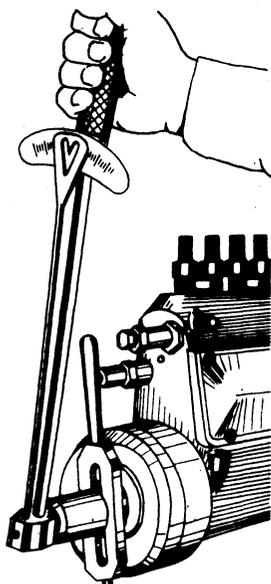

Рис. 57. Затяжка гайки крепления муфты опережения
9. Установить муфту опережения впрыскивания, предварительно долив в нее масло, и затяните гайку ее крепления моментом $130-150 \text{ Н}\cdot\text{м}$ ($13-15 \text{ кгс}\cdot\text{м}$) (рис. 57). Гайку крепления муфты затягивайте с помощью головки торцового ключа, входящей в комплект шоферского инструмента.